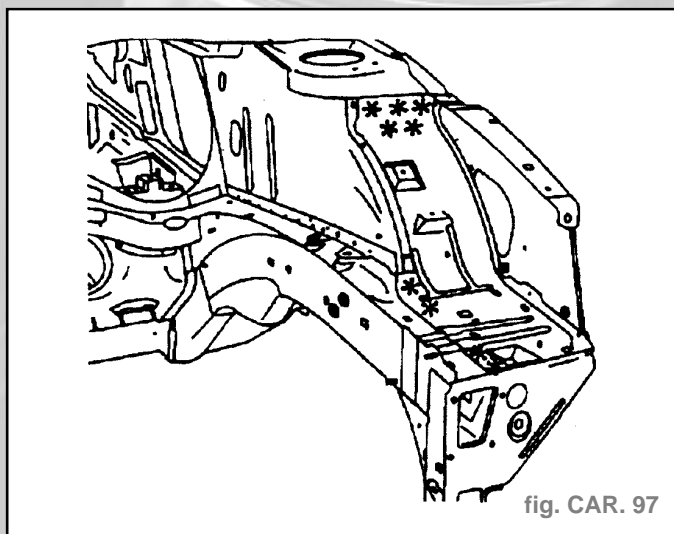

fig. CAR. 97
- Découper par fraisage des points (fig. CAR. 97).